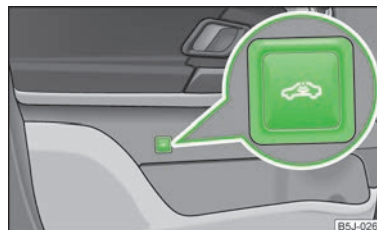

Fig. 15
- Pulsar la tecla  » fig. 15 en la puerta del conductor.